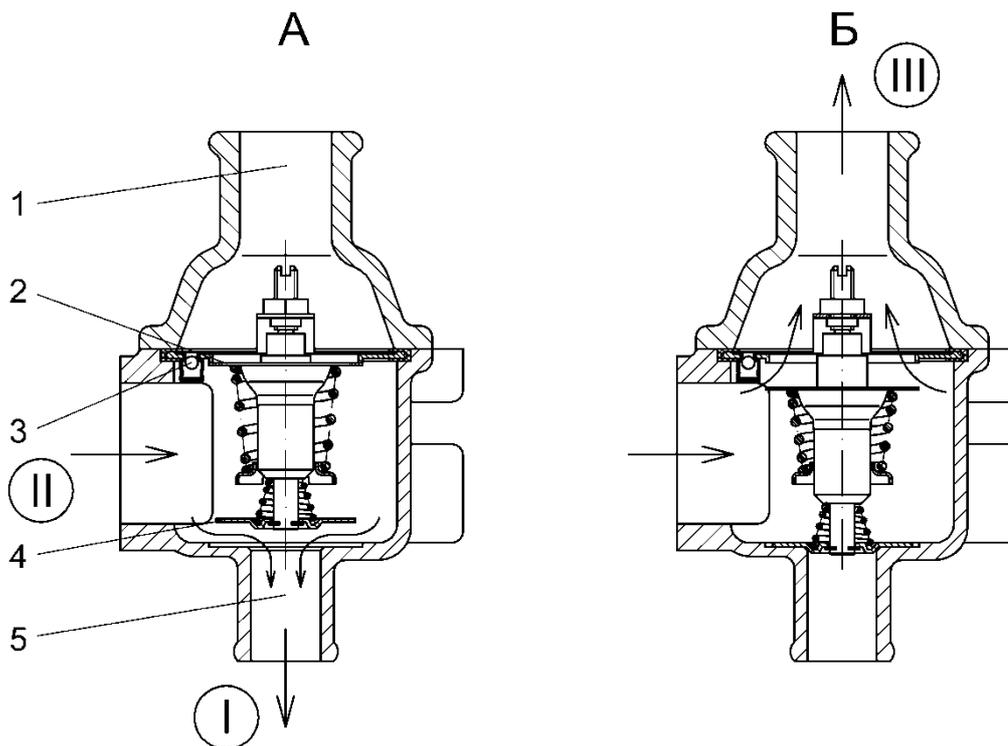

Abb. 37. Funktionsdiagramm des Thermostats:
**Thermostat** (Abb. 37) - mit Feststofffüllung, zweiventilig, mit automatischem Ablassventil. Der Thermostat ist in einem Aluminiumgehäuse untergebracht, das am Auslass des Zylinderkopf-Kühlmantels montiert ist und über Schläuche mit Wasserpumpe, Kühler und Ausgleichsbehälter verbunden ist.